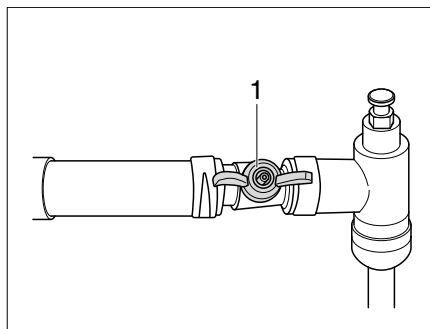

Fig. 315 Robinet d'arrêt Alde, ouvert
- Placer le robinet d'arrêt (Fig. 315,1) en travers par rapport à la conduite.
- Placer le robinet d'arrêt (Fig. 315,1) parallèle à la conduite.